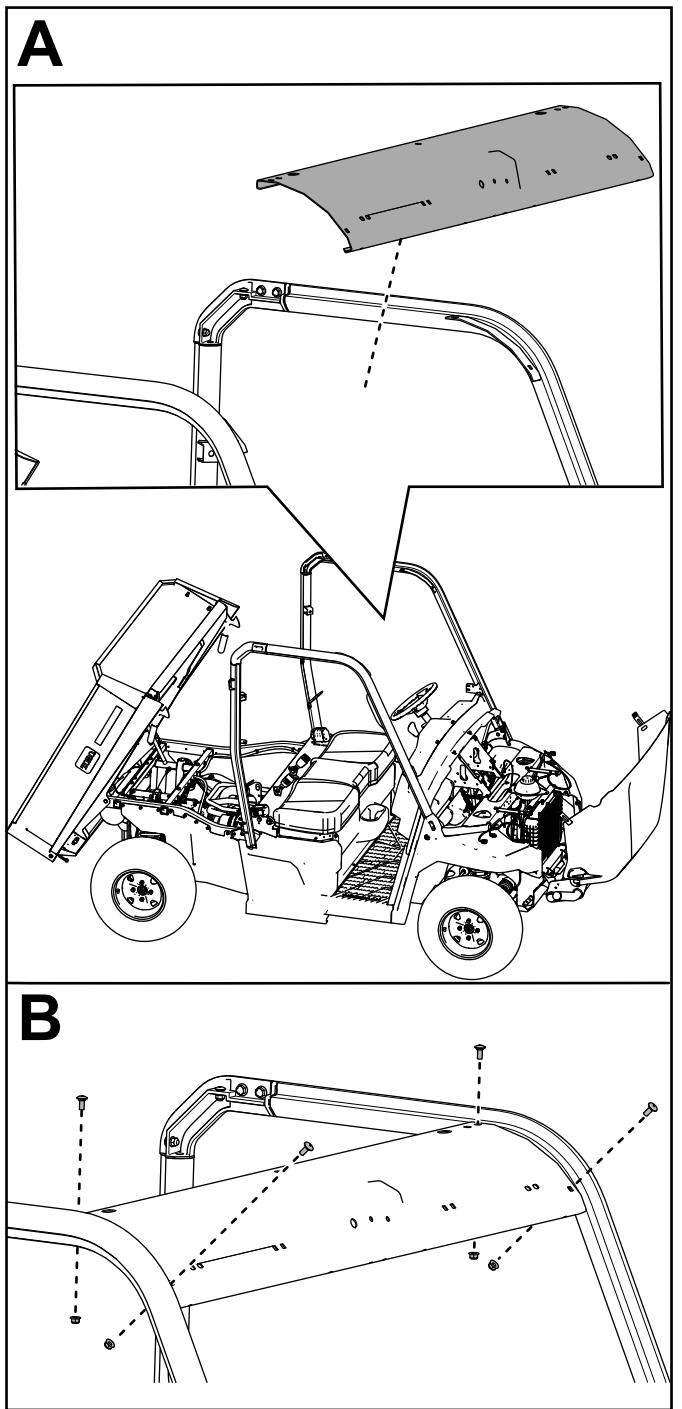

図 16
11. 左側フレームチューブに、アクチュエータマウントを取り付けるキャリッジボルト $5/16 \times 1\text{"} 4$ 本とロックナット $5/16\text{"} 4$ 個で図 16 のように取り付ける。